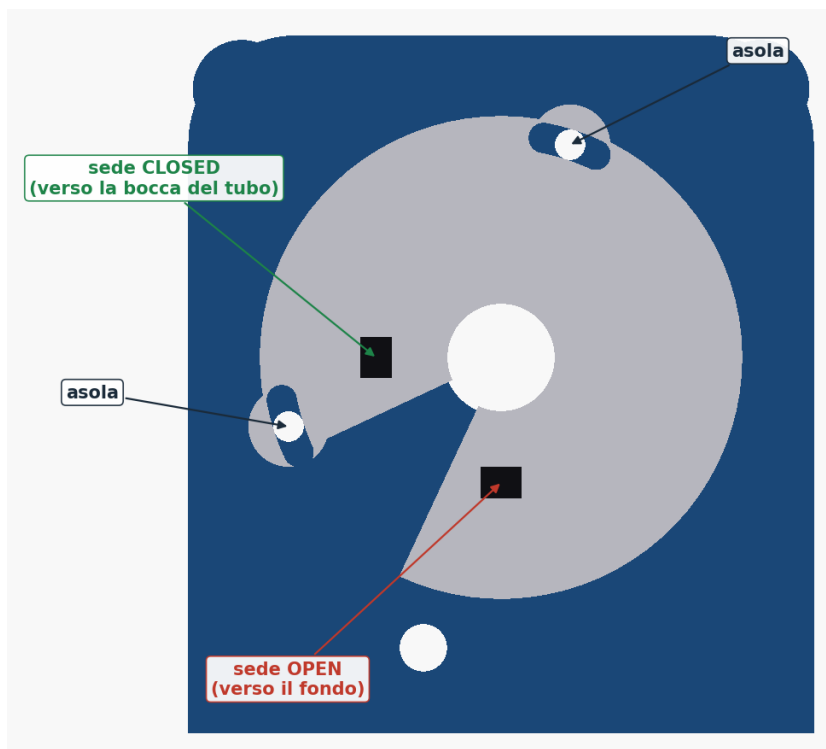

FIG. C3 - piastra dei sensori sulla parete sinistra, vista dall'interno
- La sede rivolta verso il **bordo anteriore** della scatola (lato tappo) è quella del sensore **CLOSED**; la sede rivolta verso il **fondo** della scatola (lato tubo) è quella del sensore **OPEN**. Guarda la figura C3.